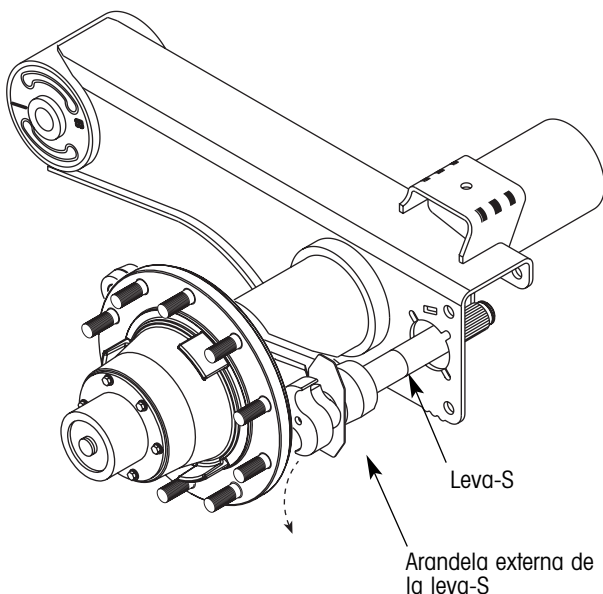

Figura 23. Remoción de la leva-S y la arandela externa de la leva-S
12. Remueva la leva-S y la arandela externa de la leva-S por el lado externo de la araña (figura 23).